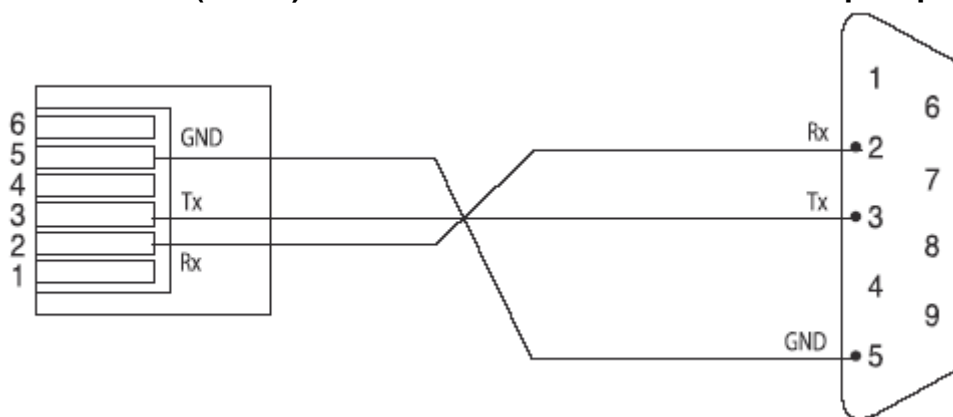

Рис.6 – Схема підключення інтерфейсу ваг до зовнішнього пристрою
Ваги поставляються з інтерфейсом «RS-232C». При використанні цього інтерфейсу ваги можуть бути підключені до зовнішнього пристрою – комп'ютера або принтера. Для підключення ваг до комп'ютера, принтера «DEP-50» або іншого зовнішнього пристрою по інтерфейсу «RS-232C» необхідна наявність кабелю з відповідною розпайкою (див. рис. 6).
- Підключіть до ваг зовнішній пристрій (принтер «DEP-50» або комп'ютер) за допомогою відповідного кабелю (рис. 6).